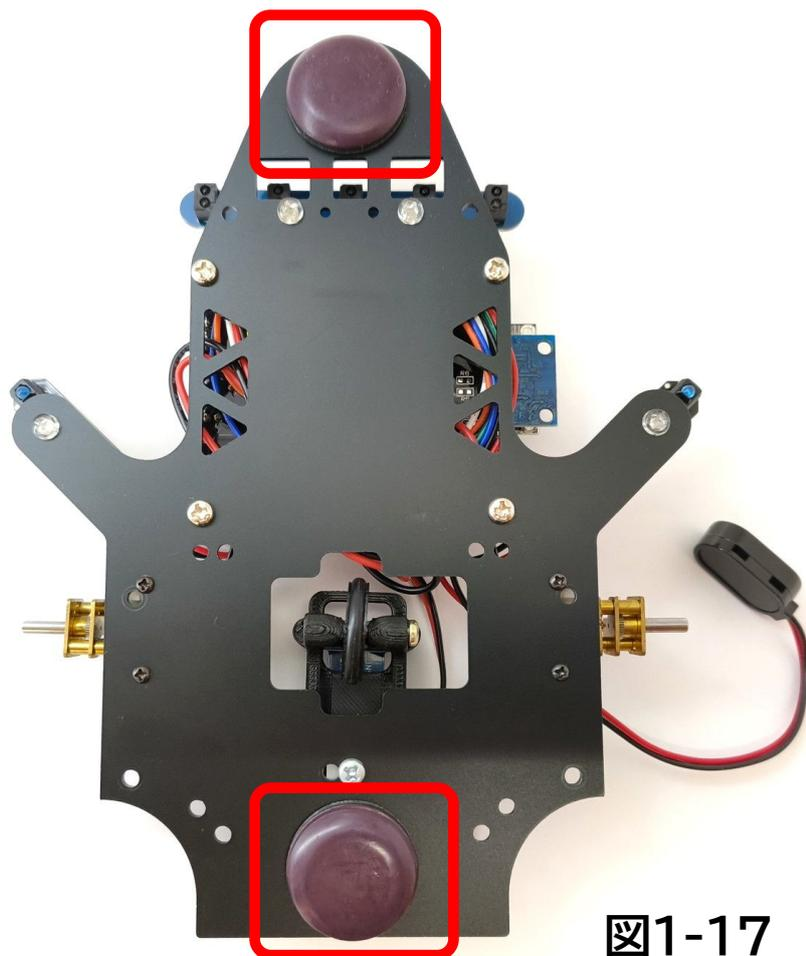

図1-17
1. シャーシを裏返し、図1-17の赤い枠で囲った箇所にパーツNo.16「家具用スベリ材」を貼り付けます。